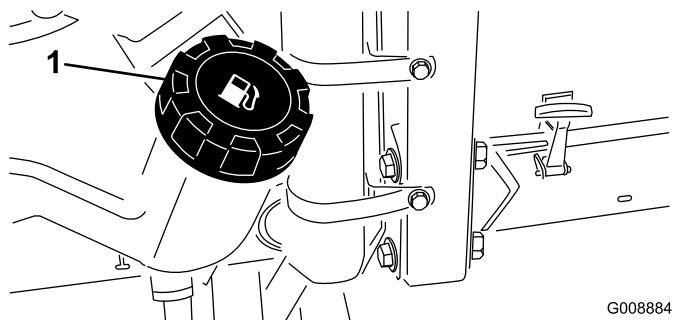

Рисунок 27
2. Очистите поверхность вокруг крышки топливного бака (Рисунок 27).